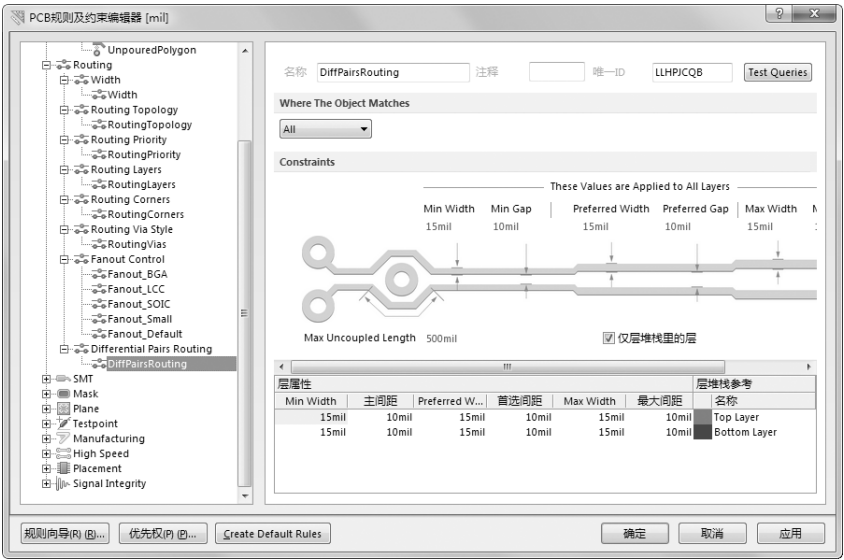

图 9-16 “Differential Pairs Routing” 规则的设置对话框
(8) “Differential Pairs Routing” (差分对布线规则): 用于设置走线对形式, 如图 9-16 所示为该规则的设置对话框。